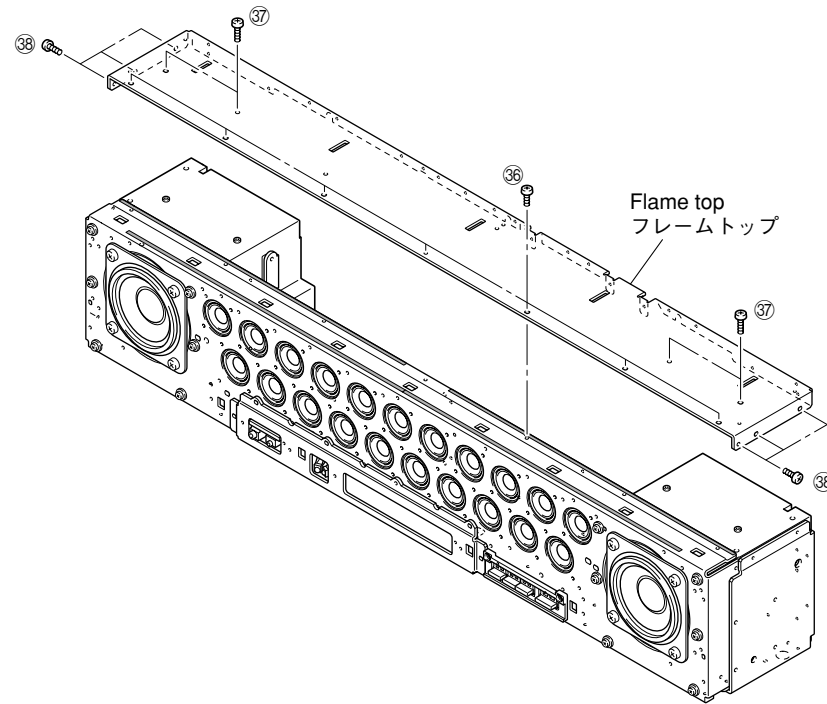

Fig. 10
- a. Remove 7 screws (36) and 4 screws (37). (Fig. 10)
- b. Remove the flame top. (Fig. 10)
- c. Remove 6 screws (38). (Fig. 10)
- a. 36のネジ7本、37のネジ4本を外します。(Fig. 10)
- b. フレームトップを取り外します。(Fig. 10)
- c. 38のネジ6本を外します。(Fig. 10)